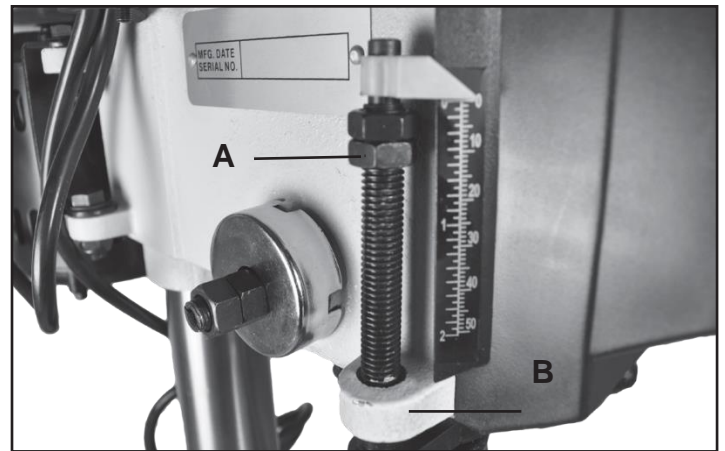

FIG. 7
8. **BUTÉE DE PROFONDEUR** : La butée et l'échelle de profondeur se trouvent sur le côté gauche de l'interrupteur. Pour ajuster, abaissez le mandrin jusqu'à ce que le curseur soit à la profondeur voulue sur l'échelle. Desserrez l'écrou du bas sur la tige filetée (FIG. 7, A) jusqu'à ce qu'il s'appuie sur le bloc (B). Serrez l'écrou supérieur contre l'écrou inférieur pour bloquer le réglage.